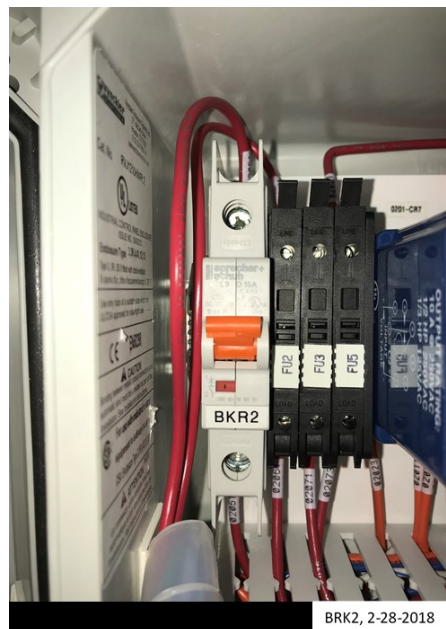

Figura 9-8: Bomba de vacío BRK2
4. Encuentre el disyuntor del motor de la bomba de vacío (**vea la Figura 9-4, elemento n.º 22**) y tome nota de los números y ubicaciones de los cables. **Vea la figura 9-8.**
#### Vea la figura 9-8.
3. Asegúrese que el interruptor naranja del disyuntor se encuentre en la posición hacia arriba (UP). **Vea la Figura 9-8.**
6. Mueva el interruptor de alimentación a la posición de encendido (ON).